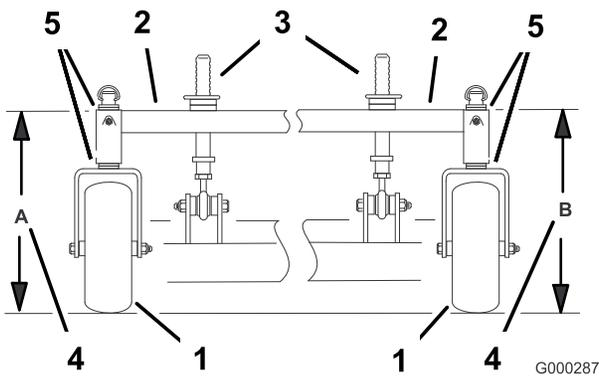

Figure 65
4. Mesurez la hauteur du bâti porteur au point A (Figure 65).
5. Mesurez la hauteur du bâti porteur au point B (Figure 65).